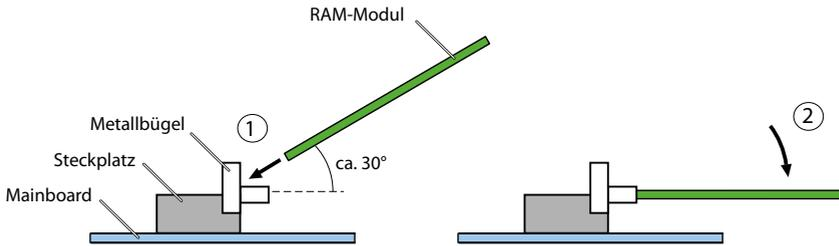

Fig. 84 RAM-Modul wechseln
4. Platzieren Sie das RAM-Modul leicht angewinkelt in den Steckplatz (siehe Fig. 84).